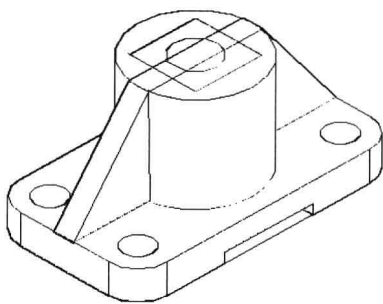
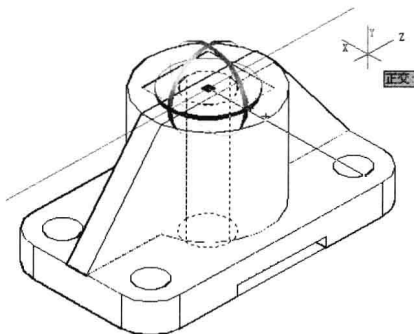

图 9-6-8
图 9-6-9
(14) 选择菜单命令“绘图/建模/长方体”，捕捉并单击圆柱体顶面圆心，确定角点的位置，命令行提示“指定角点或[立方体(C)/长度(L)]”，输入“1”，按Enter键。输入长度值“80”，按Enter键；输入宽度值“80”，按Enter键；输入高度值“100”，按Enter键，创建一个长方体。
(15) 单击“移动”按钮, 单击选择长方体，按Enter键，捕捉并单击长方体角点作为基点，输入移动目标点坐标“@-40, -40”，按Enter键，如图9-6-8所示。
(16) 在“修改”面板中单击“复制”按钮, 单击圆柱体，按Enter键，捕捉并单击圆心两次，按Enter键，在原位置创建一个圆柱体的复制品。
(17) 在“修改”面板中单击“三维旋转”按钮, 单击圆柱体的复制品，按Enter键，捕捉并单击圆柱体顶面圆心作为基点，单击红色圆弧X轴，如图9-6-9所示。